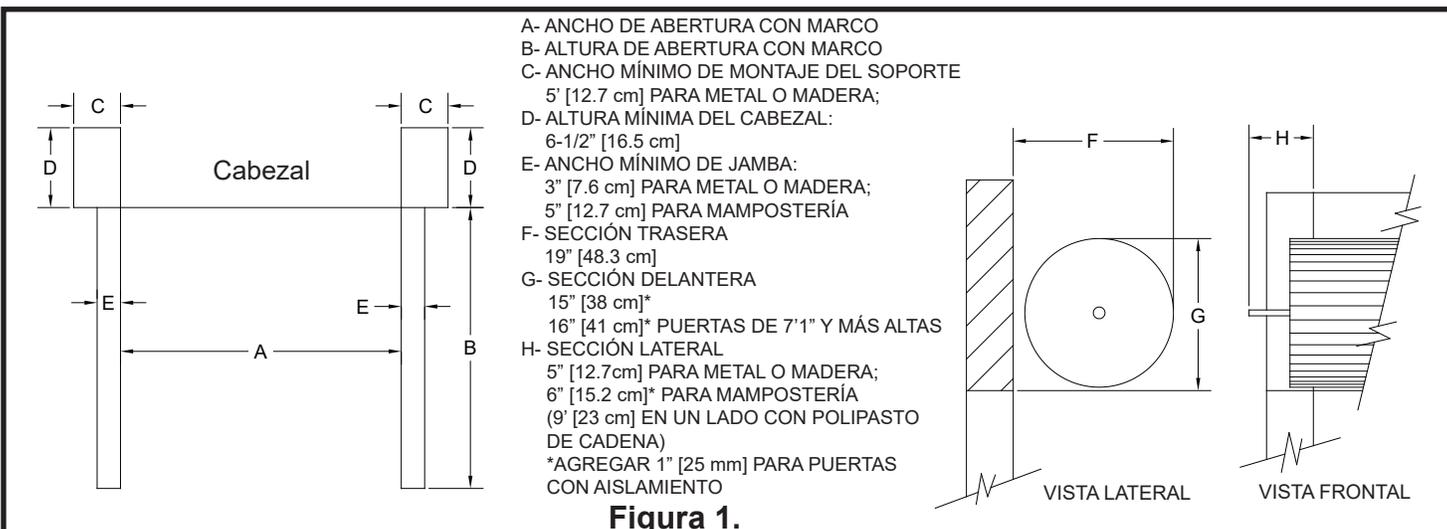

Figura 1.
- ¿Las dimensiones del ancho y la altura de la abertura enmarcada son iguales a las de la puerta que pidió? (Véase la Figura 1.)
- ¿Las jambas de abertura están a plomada y a escuadra? (Véase la Figura 1.)
- ¿Hay suficiente espacio libre hacia los costados de la jamba? (Véase la Figura 1.)